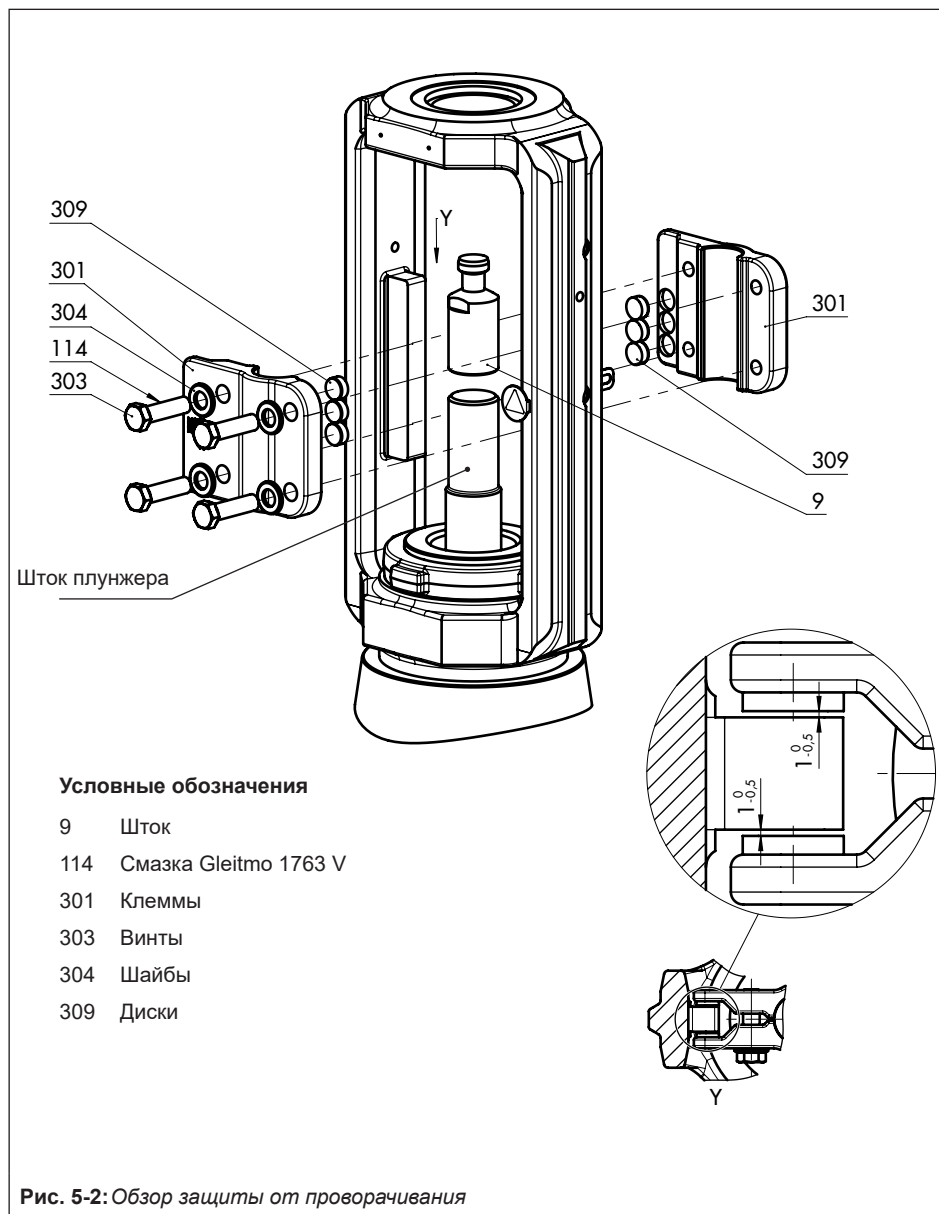

Рис. 5-2: Обзор защиты от проворачивания
См. Рис. 5-1 и Рис. 5-2
- Между дисками и их опорной поверхностью на раме с каждой стороны имеется номинальный зазор от 0,5 до 1 мм (подробнее см. вид Y на Рис. 5-2).